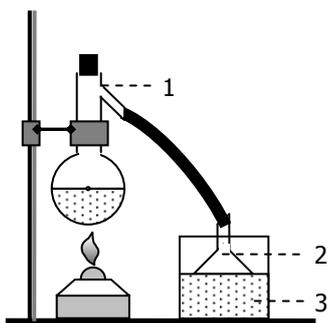

Рис. 17. Установка для получения фторокремниевой кислоты
**А. Получение кислоты.** Собрать установку (рис. 17). Смешать по 2 г **сухих** кварцевого песка и фторида кальция. Перенести смесь в колбу Вюрца (1), добавить 15 мл 98%-ной серной кислоты и закрыть колбу пробкой. Воронка (2) должна касаться поверхности воды в стакане (3). Нагреть колбу (1). Что при этом наблюдается? Какой газ выделяется в колбе (1)? Почему появляется муть в стакане (3)? Третью мутного раствора сохранить для демонстрации, остальную его часть отделить от осадка и использовать в опытах Б и В.